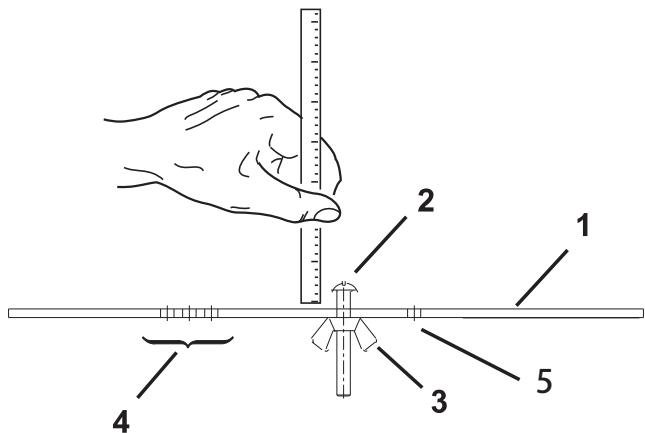

図 15
2. ゲージバー（図15）のナットをゆるめ、調整ネジを希望の刈り高に合わせる。ネジ頭の下からバーの表面までの距離が刈り高となる。